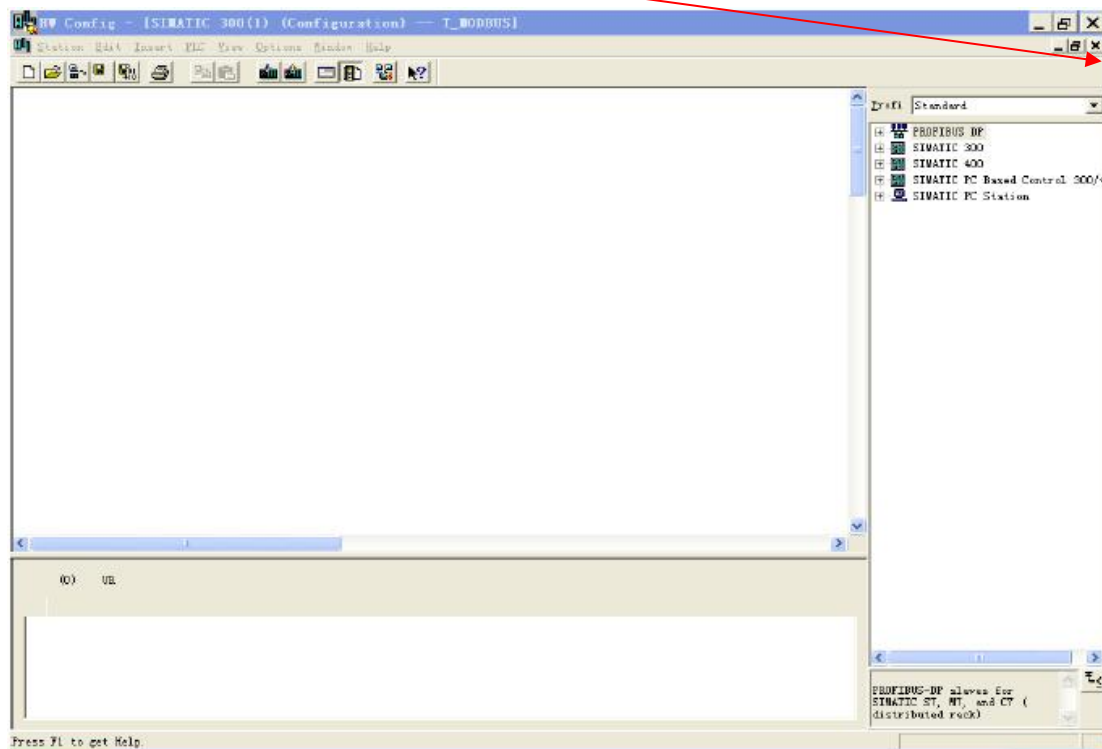

图 5
5. 弹出的组态界面如图 5 所示，注册 GSD 文件之前应该**关闭**当前工程的组态窗口。